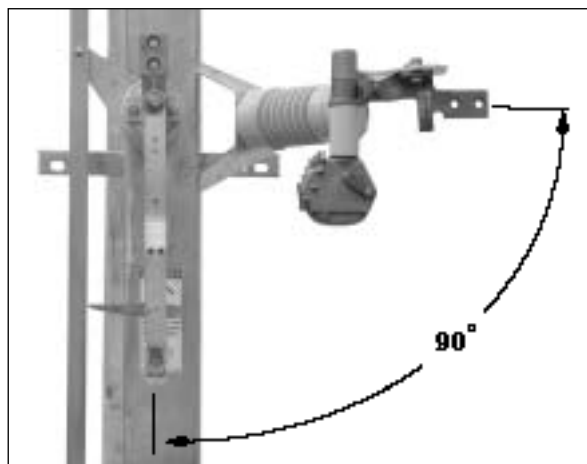

图 10 分闸时，开关主刀的位置
- ◆ 当操作手柄操作到完全分闸位置，开关的主刀应与合闸位置成  $90^\circ$ ，见图 10。